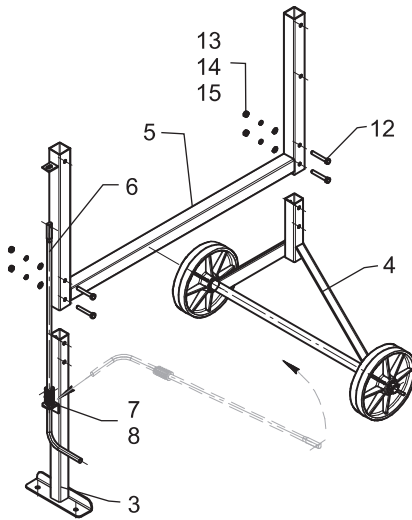

Рис. 5
2. Установите опоры поз. 3 и поз. 4 внутрь трубы рамы поз. 5. Одновременно с установкой опоры поз. 3 необходимо поставить ось поз. 6 в сборе с пружиной поз. 7 и шайбой на 12 поз. 8, продев ось через отверстия в пластинах стойки и рамы, как показано на рис. 5. Совмещая отверстия на обеих опорах, установите в них болты М8х55 поз. 12. Обратите внимание на расположение отверстий. С другой стороны установите плоскую шайбу поз. 13 и гроверную поз. 14, заверните гайки М8 поз. 15.